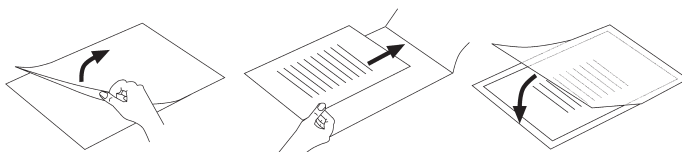

Bild 2
- ▶ Var noga med att bara använda en plastficka åt gången när du laminerar. Vik ut den först, så som visas på bild 2.
- ▶ Var noga med att bara använda en plastficka åt gången när du laminerar. Vik ut den först, så som visas på bild 2 (se sid. 36).